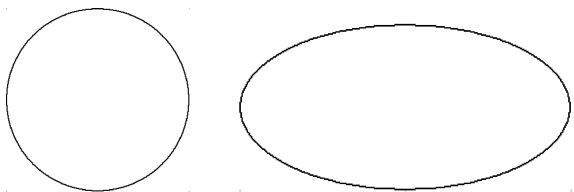

图 6-82 绘制完成的椭圆
2) 在合适位置单击鼠标，完成一个椭圆或圆的绘制，如图 6-82 所示。